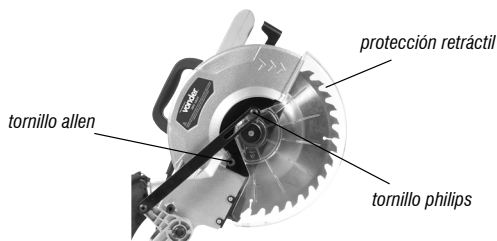

Fig. 12 – Procedimiento para cambiar la lámina de sierra
- Abra la protección retráctil para la posición más elevada (fig. 12);
- Posicione la capa de protección retráctil (fig. 12);